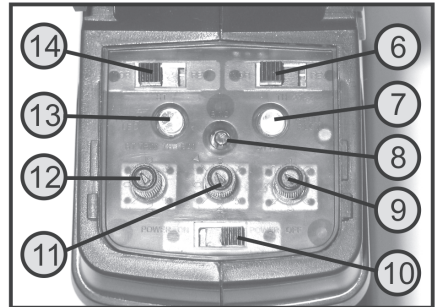

Figure 2
Une fois les batteries chargées ou les piles insérées, allumez à titre d'essai l'émetteur au moyen de l'interrupteur marche/arrêt (voir figure 2, pos 10).
La DEL rouge de contrôle du fonctionnement (voir également Figure 21, pos. 13) s'allume et vous indique l'état de commutation de l'émetteur. La DEL verte d'indication de sous-tension (voir également figure 2, pos. 7) vous signale que l'alimentation électrique de l'émetteur est suffisante.